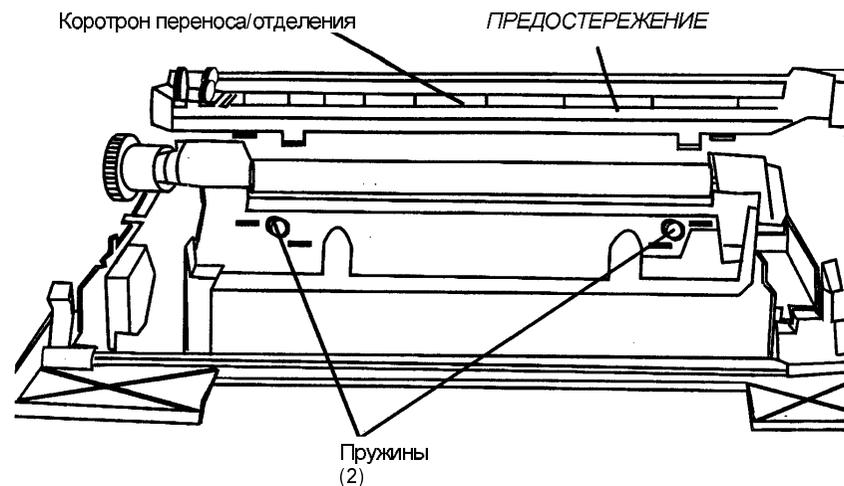

Рис. 2. Демонтаж узла коротрона и пружин.
3. Снимите коротрон переноса/отделения (Рис. 2).
- b. Снимите пружины (2).